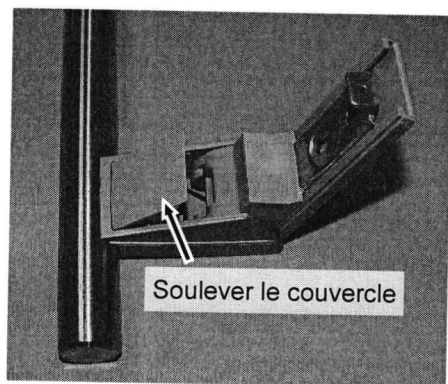
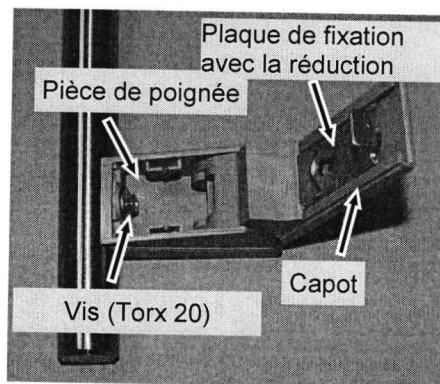

Fig.4
Fig. 5
- Voir Fig. 4 et Fig. 5 pour une description des parties individuelles.
- Utiliser le nouveau cache (Fig 4) fourni avec le kit!